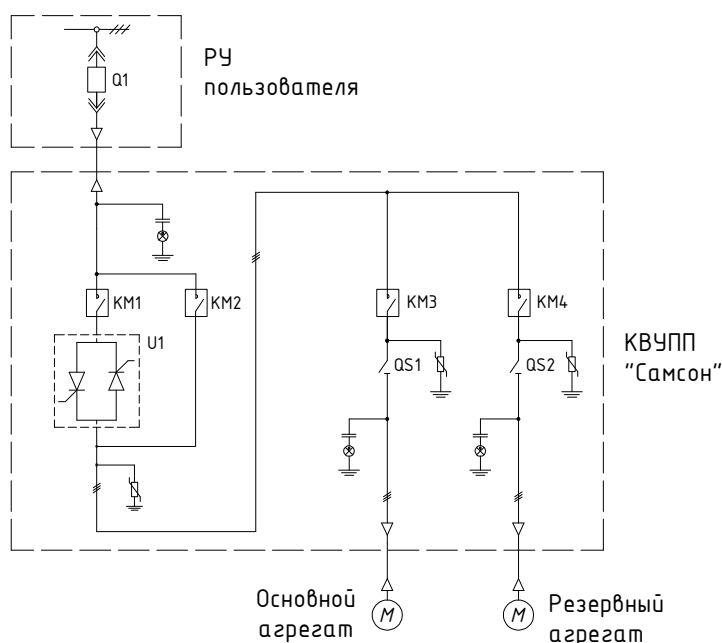

Рисунок 2.6. Пример подключения КВУПП «Самсон» с типом управления «S»
2. **Тип «S»:** подключение нескольких двигателей, но управление только одним. Применим для схем, в которых имеется основной и резервный электродвигатель. Запуск одного электродвигателя, если другой находится в работе, невозможен. При использовании схемы типа «S» обязательно наличие ШКУ. Пример схемы главных цепей для системы типа «S» смотрите на рис.2.6.